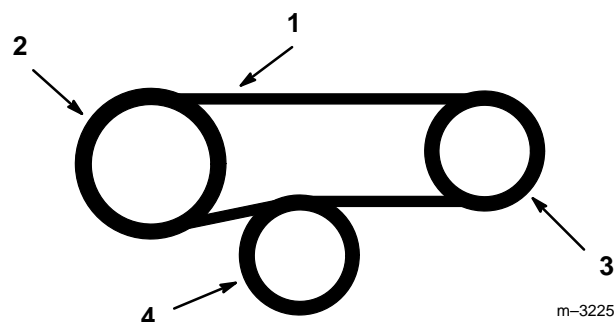

Abbildung 48
4. Neue PTO-Riemen über der Kupplung anbringen und um die Getriebe-Riemenscheiben und über die federbelastete Führungsrolle führen (Abb. 48).